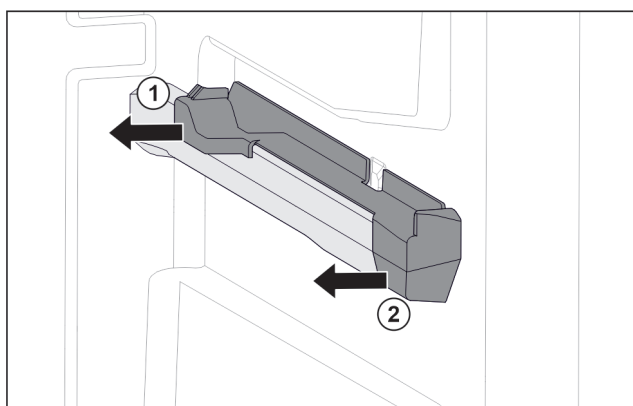

Fig. 130 Nasazovací díl na pravém žebrování na nádoby
- Stáhněte nasazovací díl vzadu na stranu. Fig. 130 (1)
- Stáhněte nasazovací díl vpředu na stranu. Fig. 130 (2)